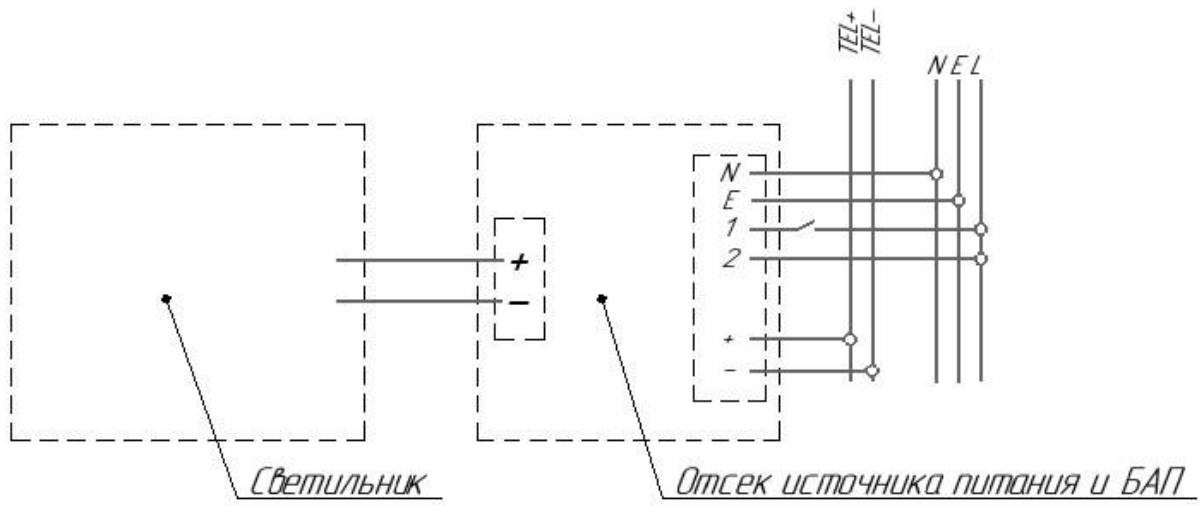

Рисунок 10 - Схема подключения светильника
5.3.6. Пропустите сетевой провод и провод TELECONTROL через отверстия в скобе с драйвером в соответствии с рисунком 7 и подключите провода к клеммной колодке в соответствии с указанной полярностью (см. рисунок 10).